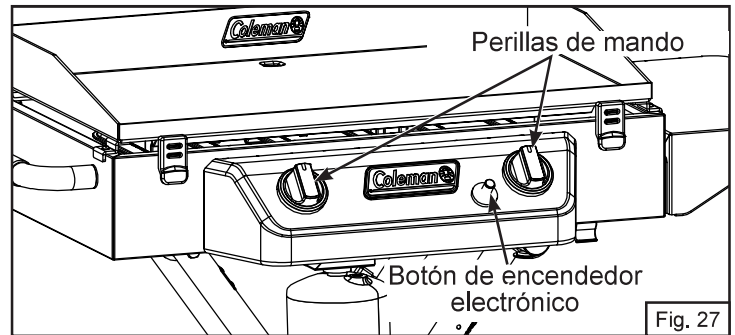

Fig. 27
1. Empuje y gire la perilla de mando 90 grados en sentido contrario al de las manecillas para abrirla, y luego oprima el botón del encendedor varias veces hasta que se encienda la hornalla (Fig. 27).